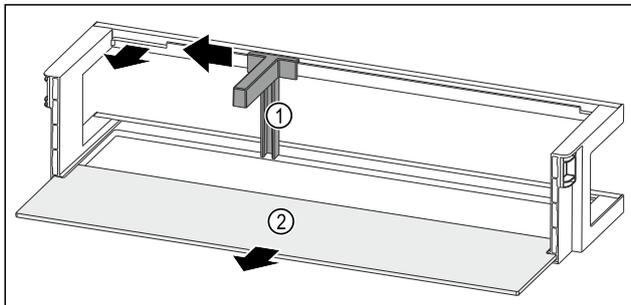

Fig. 82 Türabsteller mit Flaschenhalter und Abstellfläche
- ▶ Flaschenhalter Fig. 82 (1) bis zur Aussparung zur Seite schieben.
- ▶ Flaschenhalter Fig. 82 (1) entnehmen.
- ▶ Abstellfläche Fig. 82 (2) entnehmen.